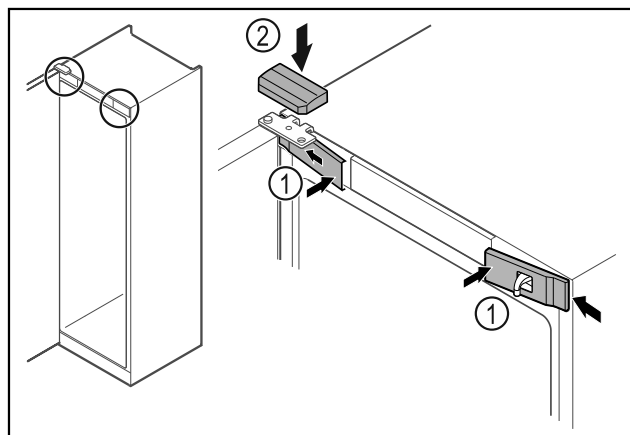

Fig. 45
- ▶ Зацепите сбоку и защелкните передние крышки Fig. 45 (1).
- ▶ Защелкните верхнюю крышку Fig. 45 (2) сверху.